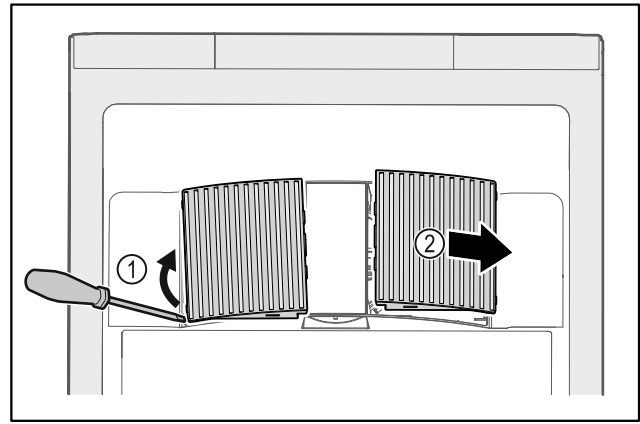

Fig. 147
- ▶ Ventilatorabdeckungen vorsichtig von der Seite heraushebeln Fig. 147 (1) und nach vorne abnehmen Fig. 147 (2).